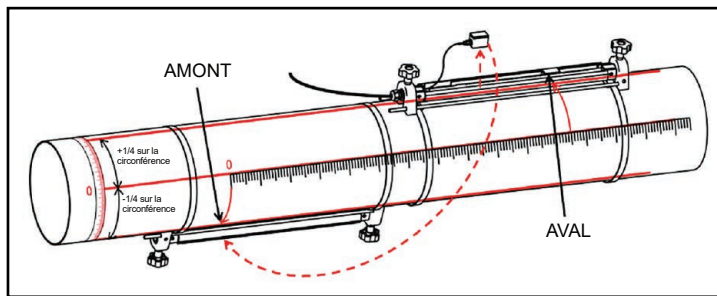

Figure 21 : Installation à 1 traversée avec un espacement entre les transducteurs > 320 mm
Pour une installation à une traversée avec un espacement calculé entre les transducteurs > 320 mm pour un transducteur de 1 MHz ou de 0,5 MHz, deux dispositifs de fixation sont installés sur les côtés opposés de la conduite. Pour installer cette configuration, reportez-vous à la figure 21 ci-dessous et procédez comme suit :
- b. Retirez le transducteur en amont du premier dispositif (voir la figure 21 ci-dessous). Débranchez le câble du transducteur et acheminez le câble dans le deuxième dispositif de fixation.